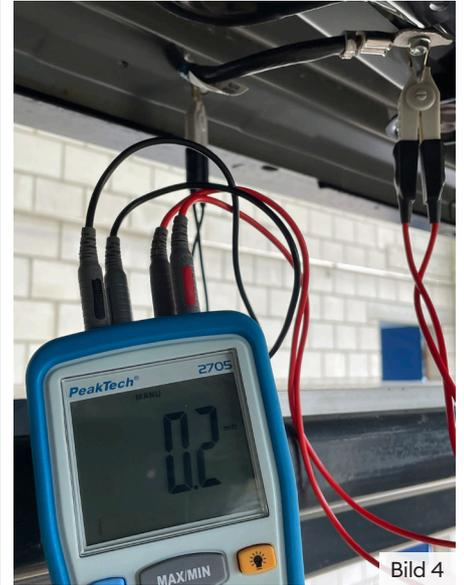

Bild 4
Ein Potenzialausgleich (PA) findet dann statt, wenn an zwei Punkten eine unterschiedliche Spannung anliegt und die beiden Punkte mit einem elektrischen Leiter verbunden sind. Bei Elektronenmangel entsteht ein positives Potenzial, bei Elektronenüberschuss ein negatives. Bei den Hochvoltkomponenten kann der Potenzialausgleich über elektrische Leitungen und/oder die Fahrzeugkarosserie erfolgen. Der Widerstand der Potenzialausgleichsleitung muss die Norm «ECE 100 für elektrobetriebene Fahrzeuge» erfüllen. Der Wert muss somit kleiner als 100 mΩ sein. Es gibt Fahrzeughersteller, welche einen Wert von kleiner als 10 mΩ vorgeben. Sehr häufig ist er aber noch kleiner, z.B. 0.2 mΩ (Bild 4).